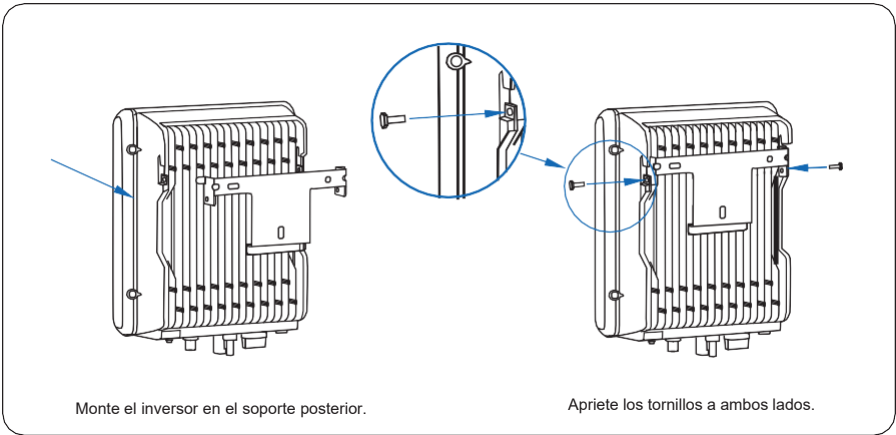

Figura 4.14 Fijación del inversor
**Paso 2** Monte el inversor en el soporte posterior, manteniéndolos alineados, tal como se ilustra en la figura 4.14.
**Paso 3** Apriete los dos tornillos hexagonales situados a ambos lados del inversor con un par de torsión de 1,2 Nm y 3 Nm respectivamente. Las especificaciones de los tornillos para 3K y 5K son M4 y M6, respectivamente, tal como muestra la figura 4.14.